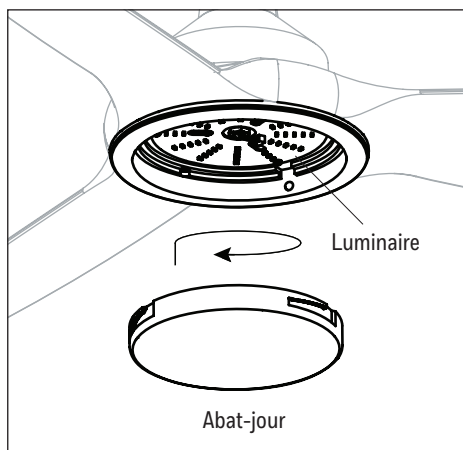

Figure 5.4
4. Pour vous assurer que l'abat-jour ne s'est pas desserré pendant le transport, poussez-le vers le haut et tournez-le fermement dans le sens des aiguilles d'une montre jusqu'à ce qu'il soit bien fixé (Figure 5.4).